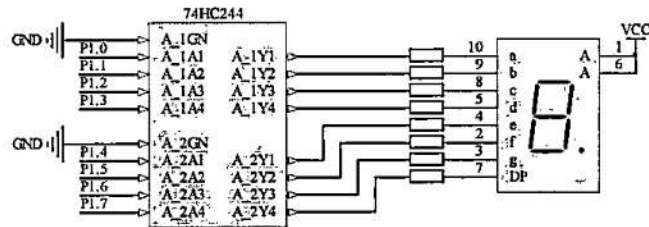

图 1 1 位静态显示电路
- (1) 如果 P3.5 (T1) 上每来 10 个脉冲数码管加 1。写出计数器的初值, 写出方式控制字。(2 分)
- (2) 指出图 1 电路的数码管是共阴极还是共阳极的? 写出它的字形代码。(2 分)
- (3) 在 P2.0 管脚上接一按键, 按下时输入低电平, 画出这个管脚的按键电路图。(2 分)
- (4) 请实现对 P3.5 (T1) 管脚上的脉冲, 每来 10 个脉冲数码管加 1, 加到 9 再加 1 时回零, 如果中间有按键按下的话数码管就清零, 不管回零还是清零, 再变为 0 时需要把所计的脉冲数放入内部 RAM30H 单元。用 C 语言编制程序。(12 分)